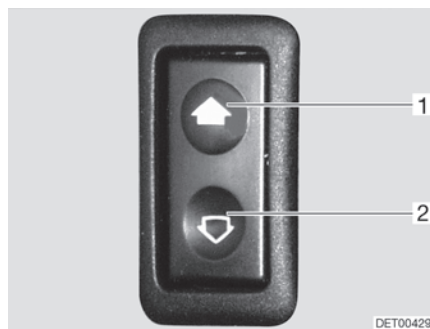

Bild 18 Reglage för elmanövrerad fönsterhiss
- Öppna: ■ Tryck nedtill på kontakten (Bild 18,2).
- Stänga: ■ Tryck upptill på kontakten (Bild 18,1).